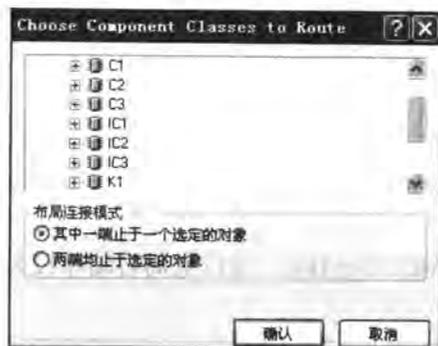

图 9-63 选择元器件类
- **【元件类】**: 用于对指定元器件类内的所有元器件的连接进行自动布线。执行该命令后, 系统会弹出【Choose Component Classes to Route】窗口(图 9-63), 列出了当前文件中的元器件类(不包括“All Components”元器件类), 选取要布线的元器件类及【布局连接模式】后, 单击 按钮, 系统即开始对该元器件类内的所有元器件连接自动布线